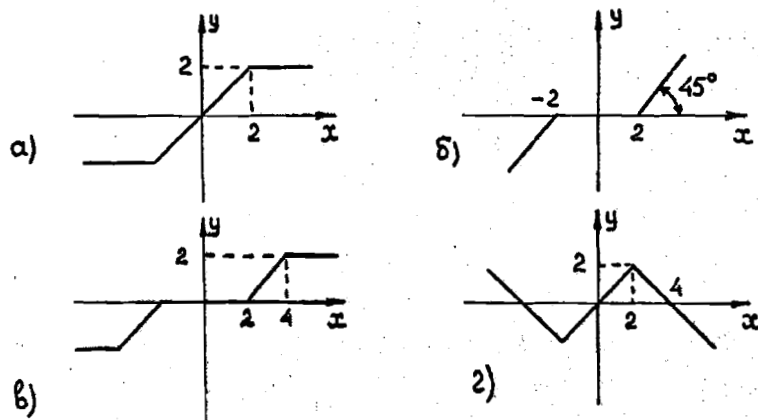

Рис.33
15.* Рассчитайте амплитуды гармонических составляющих a_n и фазовые сдвиги φ_n первых пяти гармоник ($n = 1, 2, \dots, 5$) в зависимости от амплитуды входной синусоиды для нелинейностей, изображенных на рис.33.
16. Исследуйте экспериментально спектр сигналов на выходе нелинейностей, изображенных на рис.33; результаты измерения амплитуд гармоник A_n и их фазовых сдвигов φ_n ($n = 1, 2, \dots, 5$) изобразите графически в зависимости от амплитуды синусоиды на входе нелинейности.